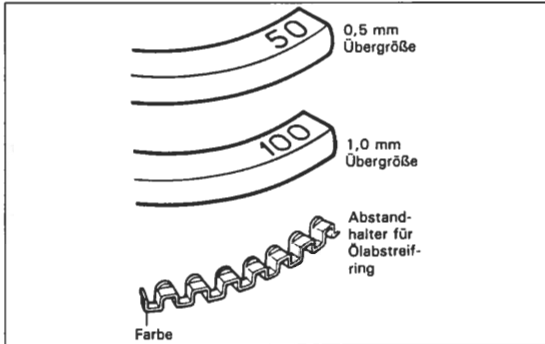

Bild 211 ◀
- Übergrößen-Pleuellager Ringe tragen auf Oberseite Grössenmarkierung, siehe Bild 211: «50» für